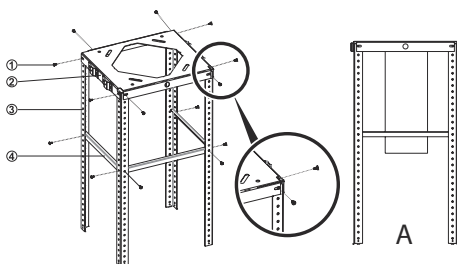

Fig. 11
1. ➤ Montera nu stängerna (3) på luftlans (2) genom att skruva fast dem 8 stk 3,5 x 9,5 skruvar (1). Notera hacket i stängerna ska passa luftlans(Fig. 11).
2. ➤ Stabiliseringsbeslaget ska monteras mellan stängerna (4) med 6 stk 3,5 x 9,5 skruvar (1(Fig. 11).
3. ➤ Anslut nu ventilationskanalen till fläktens fläktrör (Fig. 11/A).